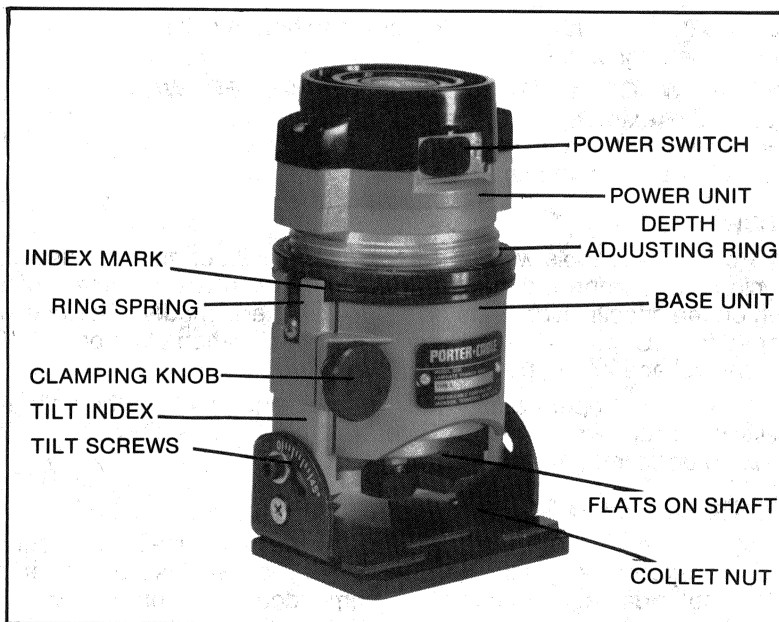

Fig. 1
- a) Loosen Clamping Knob (Fig. 1).